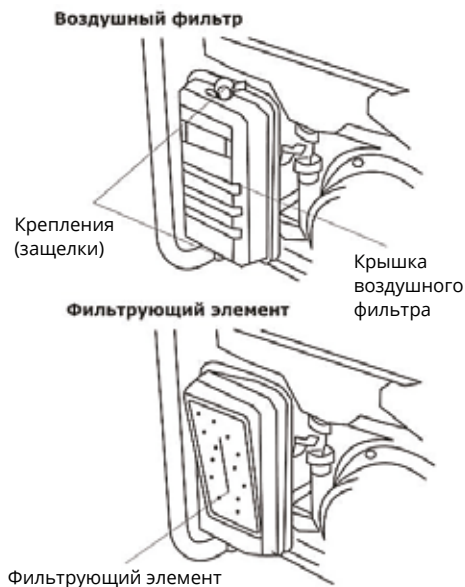

Рис. 5
1. Снимите крышку воздушного фильтра, отсоединив две зажима крышки воздушного фильтра (рис. 5).